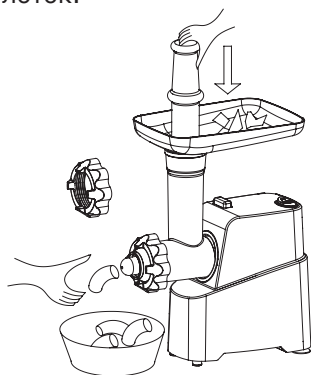

рис.9
3. Используйте толкатель, как указано на рис. 9, постепенно подавая мясо в лоток.